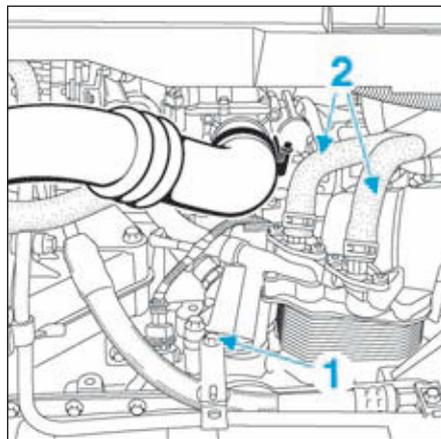

FIG.123
- Déposer la vis (1) de la conduite de direction assistée (Fig.123).